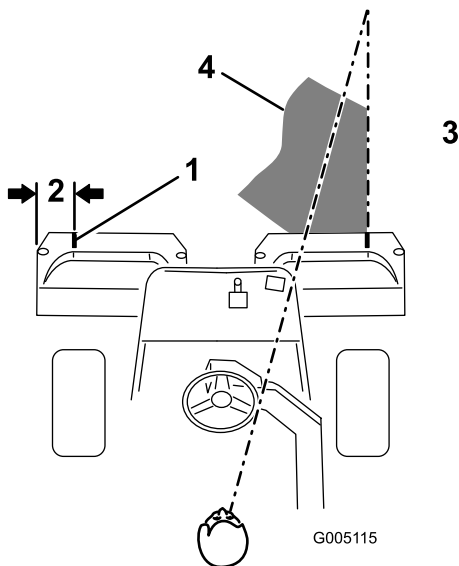
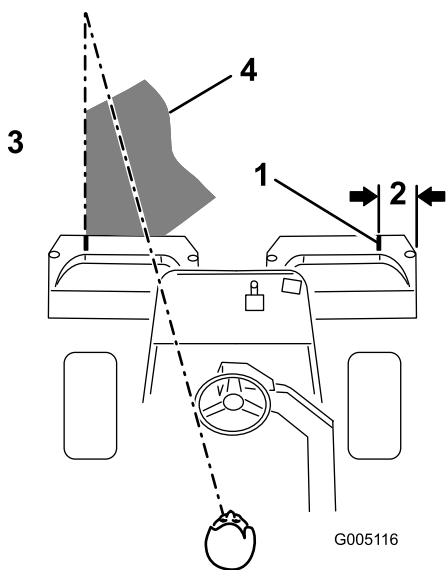

図 40
図 41
2. その位置に白色テープか白ペンキで集草箱の縁と平行に目印を入れる（図 40）。
3. 行きと帰りでのオーバーラップができるだけ小さくなるように運転します。隣の列との距離を一定に保って直進するには、本機の前方向約2~3mを視野に捕らえておくのがポイントです（図 40および図 41）。ハンドルを目印にして距離を合わせても良いでしょう。その場合、ハンドルの縁と本機前方の目標ラインとを重ねて見ながら運転します（図 40および図 41）。